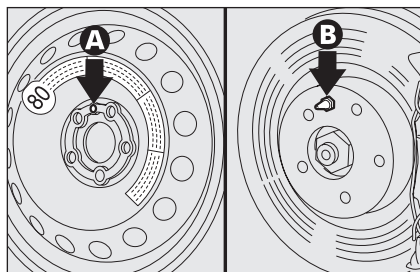

fig. 8
- ☐ monter la roue compacte en faisant coïncider un des trous **A-fig. 8** au pion de centrage correspondant **B**;